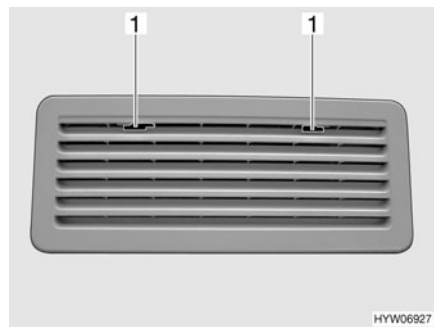

Fig. 181 Rejilla de ventilación del frigorífico (Thetford)
- Deslizar el bloqueo (Fig. 181,1) hacia el centro.